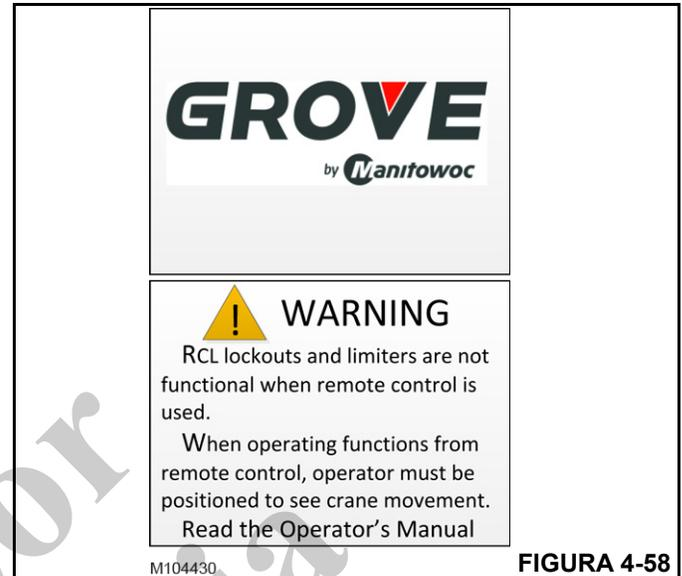

FIGURA 4-58
9. La pantalla de presentación se muestra durante algunos segundos, seguida por la pantalla de ADVERTENCIA (Figura 4-58).